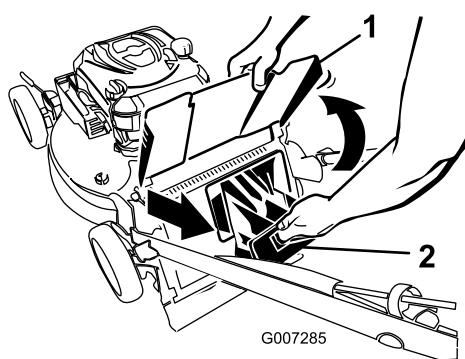

Figure 21
- Soulevez le déflecteur d'éjection et gardez-le dans cette position (Figure 21).
- Retirez l'obturateur d'éjection arrière (Figure 21).